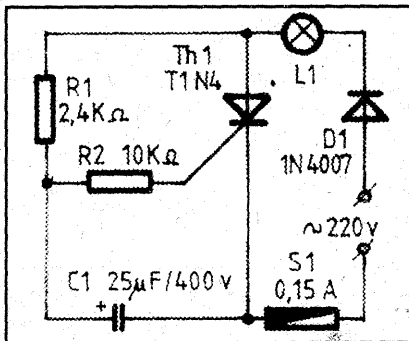

Fig. 1
• Astfel, cea mai simplă schemă se realizează înlocuind starterul cu un releu electronic (fig. 1).